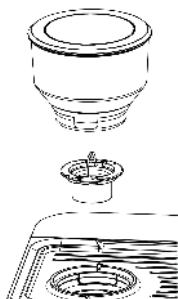
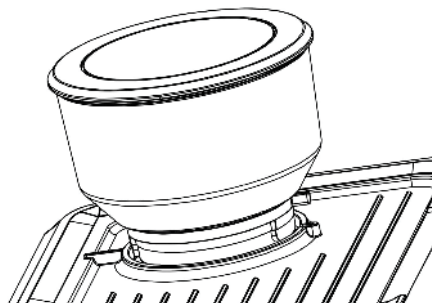

Fig. 1:
Fig. 2:
1. Innan du aktiverar malningsfunktionen, se till att alla nödvändiga delar är korrekt installerade, med hjälp av Fig. 1 och Fig. 2.
Installera Cutter Head och dra åt medurs. Installera sedan Bean Box och säkra den enligt Fig. 2.